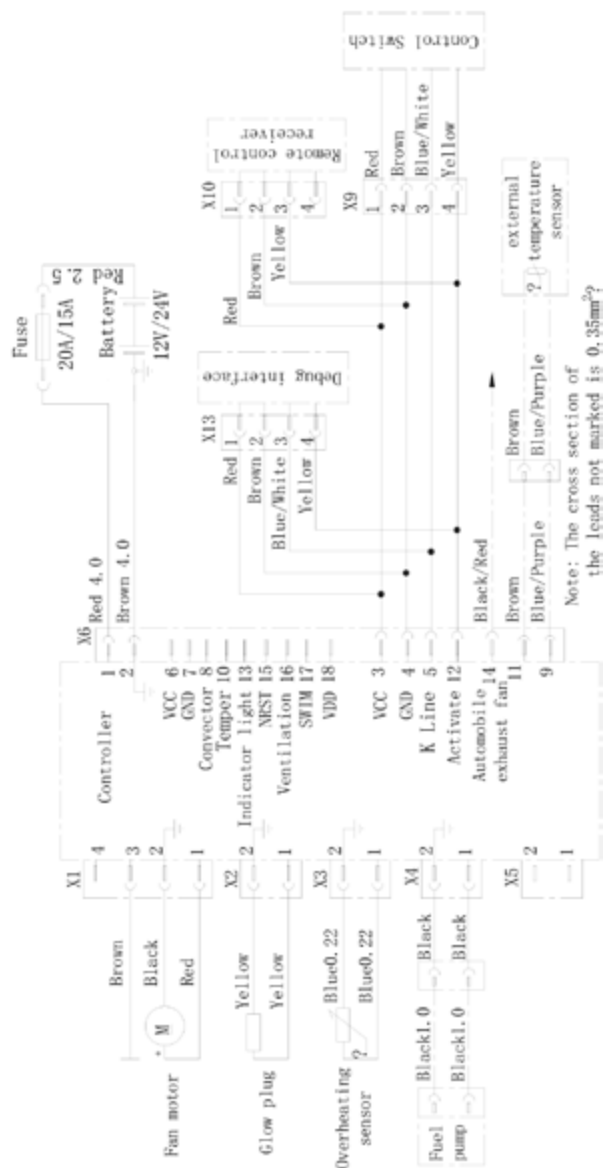

Fig. 41
- ☐ De bedradingsschema's voor de verwarming zijn weergegeven in Afb. 41 (pagina 120) en in Afb. 42 (pagina 121).